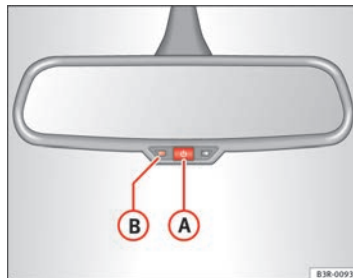

Fig. 104 Retrovisor interior con ajuste para posición antideslumbrante: Testigo de control e interruptor
- Pulse la tecla (A) ⇒ fig. 104. El testigo de control (B) se apaga.
- Pulse la tecla (A) ⇒ fig. 104. El testigo de control (B) se enciende.